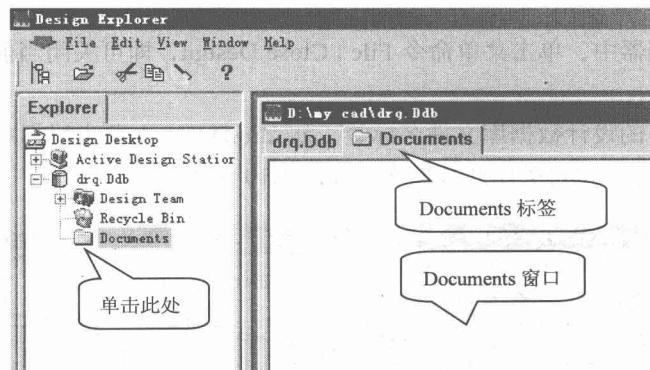

图 1.8 Documents 窗口
(3) 单击左窗口文件管理器中的 Documents 文件夹，右窗口中为 Documents 中的内容，当前为空，如图 1.8 所示。